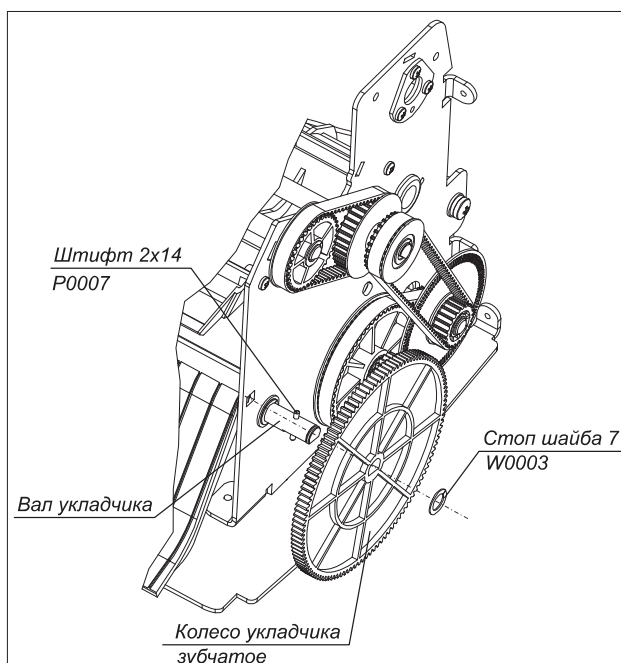

Рис. 22
2. Извлеките стоп шайбу 7 W0003 из кольцевой проточки вала укладчика (рис. 22).
3. Снимите колесо укладчика зубчатое (рис. 22).
4. Извлеките штифт 2x14 P0007 (рис.22).